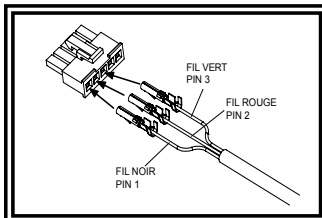

Figure 1
6. Tournez les broches avec le côté ondulé vers le haut, puis insérez-les dans le connecteur comme indiqué sur la figure 1.